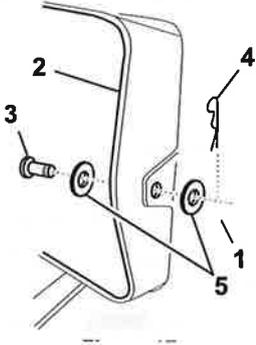

Figure 18
6. Relevez le bac à herbe et retirez la goupille fendue, les 2 rondelles et l'axe de chape qui fixent le tube d'éjection à la plaque arrière (Figure 18).